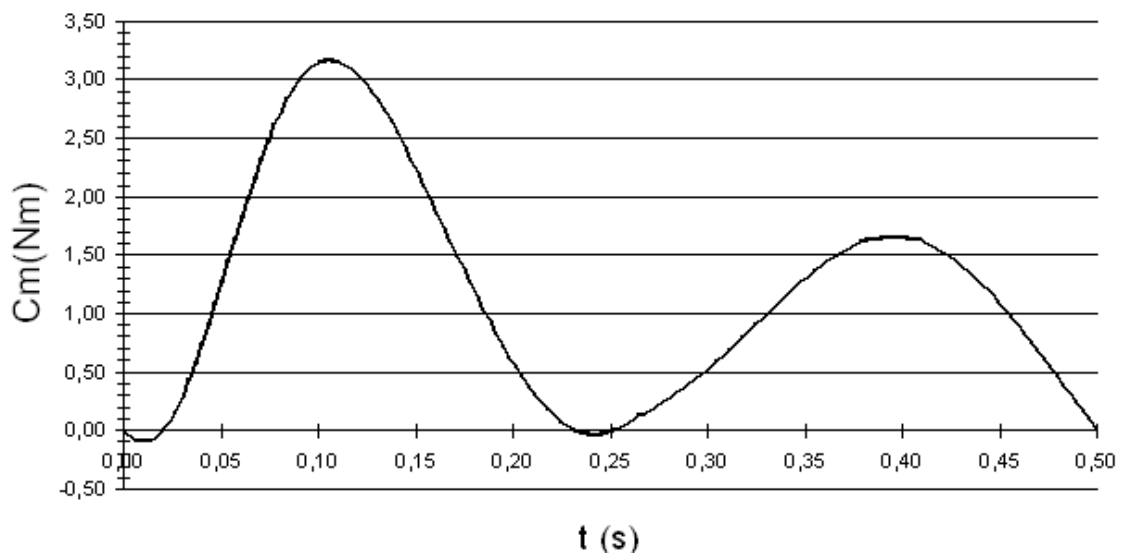

Figure 12: Solution avec ressort + amortisseur unidirectionnel
- figure 12 : solution dans laquelle un ressort de raideur  $4 \text{ N/mm}$  est associé à un amortisseur de constante  $1 \text{ N.s/mm}$  unidirectionnel, c'est-à-dire agissant uniquement à la descente du bras 3 ;